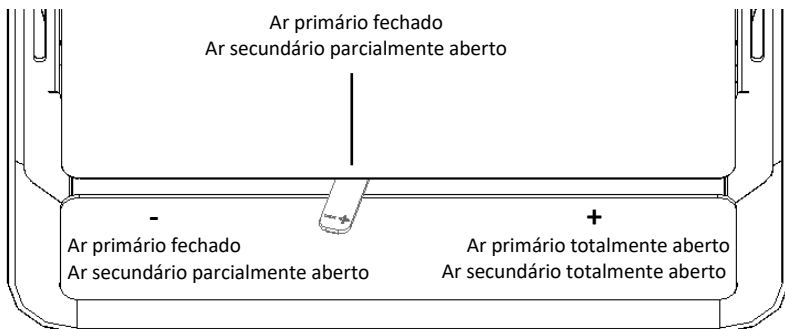
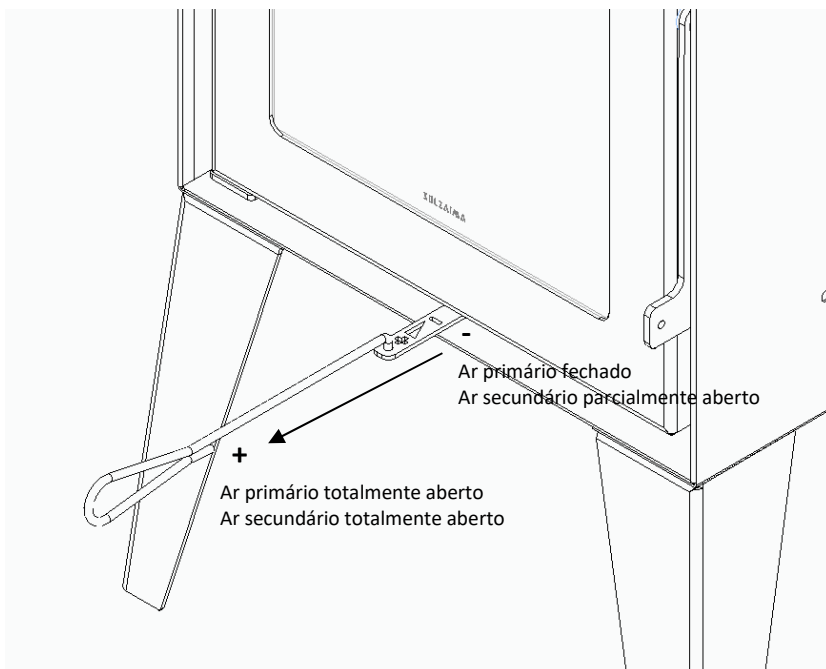

Figura 38 - Regulador de ar na posição de ponto ótimo de queima (exceto M12F Eco e M20 Eco)
Figura 39 - Regulador de ar na posição de ponto ótimo de queima M12F Eco e M20Eco
5. O período de acendimento termina quando a estrutura do equipamento tiver atingido uma temperatura estacionária. Deve então fechar a porta e regular a entrada do ar de combustão para uma queima lenta (sem ar primário), tal como demonstra a Figura 38 e Figura 39;